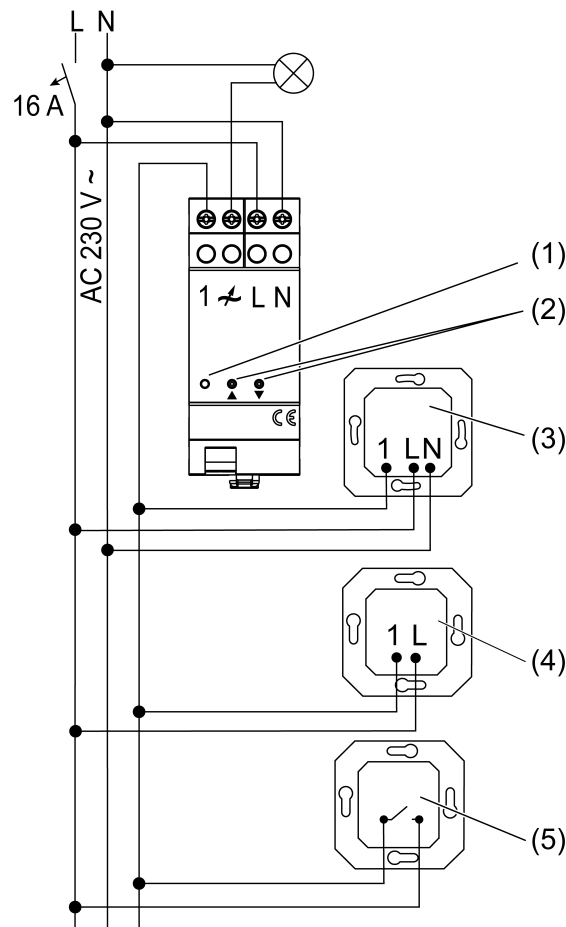

Imagen 1: Plano de conexión
- Mantener pulsada ambas teclas \blacktriangle y \blacktriangledown (2) durante más de 10 segundos, hasta que se encienda el LED (1) (Imagen 1).
- Soltar ambas teclas \blacktriangle y \blacktriangledown (2).